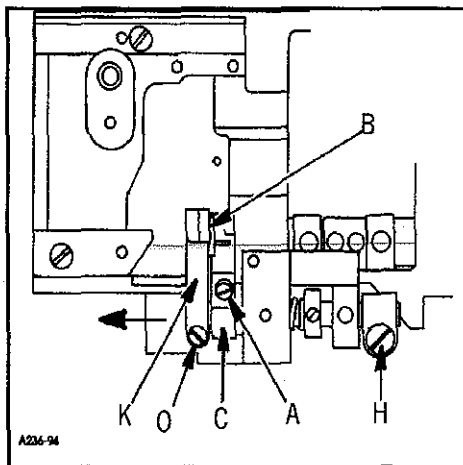
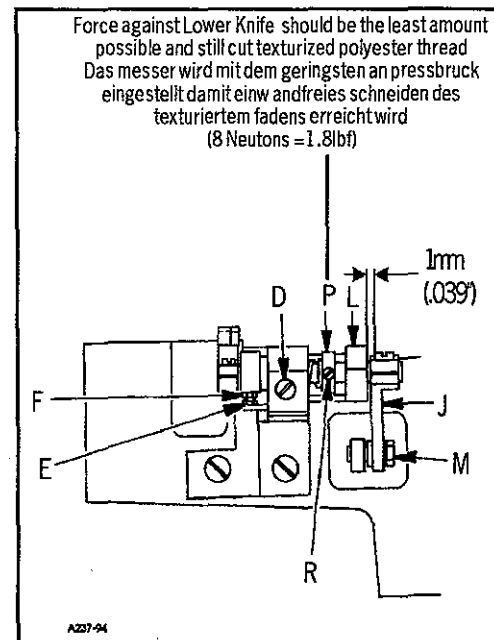
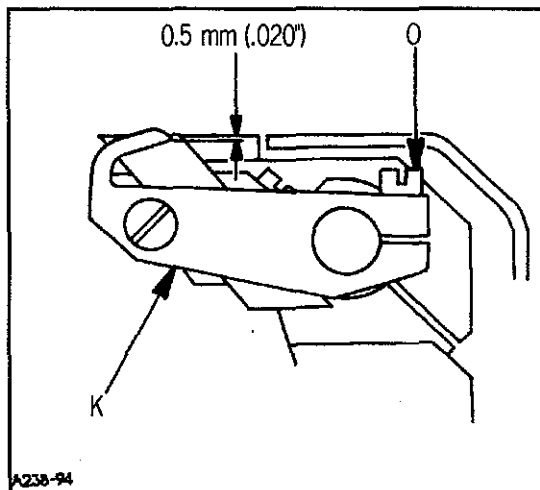

FIG. 1
FIG. 2
FIG. 3
Swing the front cloth plate to the front. Loosen screw (A, Fig. 1) in lower knife holder (C) and move lower knife (B) up or down until its cutting edge is parallel and flush with throat plate top surface. Retighten screw (A).
Note: Lower knife holder (C, Fig. 1) is set at the factory so that the cutting edge of the lower knife is parallel with the top surface of throat plate. When replacing the lower knife holder set as follows: Loosen screw (D, Fig. 2), and turn lower knife holder (C, Fig. 1), until the cutting edge of lower knife is parallel with top surface of throat plate. Retighten screw (D, Fig. 2). Secure this setting by tightening stop screw (E, Fig. 2) and lock nut (F) in lower knife holder.
Loosen screw (D, Fig. 2) and align width of trim to the left needle by moving lower knife holder (C, Fig. 1) laterally. If this adjustment is obstructed by rocker lever (J, Fig. 2), loosen screw (H, Fig. 1) and move rocker lever (J, Fig. 2) to the right until there is approximately 1 mm space between rocker lever (J, Fig. 2) and the housing of undertimmer (L, Fig. 2). Secure setting of undertimmer by retightening screw (D, Fig. 2). Then check if upper knife lever (K, Fig. 1) can be moved approximately 1 mm in direction of the arrow (see Fig. 1).
Schwenken Sie die vordere Stoffplatte nach vorne. Lösen Sie die Schraube (A, Fig. 1) im Unter Messerhalter (C) und bewegen Sie das Messer nach oben oder unten bis die Messerschneide parallel und auf gleicher Höhe mit der Stichplatten Oberfläche steht.
Beachten Sie: Der Untermesserhalter (C, Fig. 1) wird im Werk so eingestellt, daß das Untermesser parallel mit der Oberfläche der Stichplatte ist. Beim Auswechseln des unteren Messerhalters gegen einen neuen: Lösen Sie Schraube (D, Fig. 2) und drehen Sie den Untermesserhalter soweit bis er parallel mit der Oberfläche der Stichplatte ist. Ziehen Sie die Schraube (D, Fig. 2) wieder an. Sichern Sie diese Einstellung durch Anziehen der Anschlagsschraube (E, Fig. 2) und der Kontermutter (F) im unteren Messerhalter.
Lösen Sie die Schraube (D, Fig. 2) und stellen Sie die Breite des Abschnitts zur linken Nadel ein durch seitliches Verschieben des unteren Messerhalters. Sollte diese Einstellung durch den Schwinghebel (J, Fig. 2) begrenzt werden, lösen Sie Schraube (H, Fig. 1) und verschieben Sie den Schwinghebel (J, Fig. 2) nach rechts bis noch ca. 1mm Abstand zwischen Schwinghebel (J, Fig. 2) und dem Gehäuse des Abschneiders (L, Fig. 2) verbleibt. Sichern Sie diese Position durch Anziehen der Schraube (D, Fig. 2) dann schauen Sie nach ob sich der Messerhebel (K, Fig. 1) ungefähr 1mm in Pfeilrichtung bewegen läßt.
Loosen nut (M, Fig. 2) and center the link (N, Fig. 4) in rocker lever (J, Fig. 4). Retighten nut (M, Fig. 2) and by rotating handwheel move upper knife in lowest position. Loosen screw (O, Fig. 3) and swing upper knife lever (K, Fig. 3) up or down until the cutting edges of upper knife and lower knife overlap by approximately 0.5 mm (.020 in) (see Fig. 3). Retighten screw (O, Fig. 3). Check by rotating handwheel if the upper knife moves freely.
Adjust the lateral knife pressure the least amount possible and still maintain cutting (8 Neutons = 1.8 lbf), wooly or texturized polyester thread by moving collar (P, Fig. 2). Loosening screw (R, Fig. 2) and then moving collar (P, Fig. 2) to the left increases the cutting pressure; moving collar (P, Fig. 2) to the right decreases the cutting pressure.
To adjust the shear angle loosen screws (O and H, Fig. 1). Set shaft (S, Fig. 4) so that mark (Q, Fig. 4) on the shaft and mark (T, Fig. 4) on the housing of undertrimmer are lined up.
Turning shaft (S, Fig. 4) in direction of arrow increases the shear angle, turning it against direction of arrow decreases the shear angle. Retighten screws (O and H, Fig. 1) and check knives for proper trimming with wooly or texturized polyester thread. Make sure that the settings described in paragraph "SETTING THE UPPER KNIFE" are maintained.
Lösen Sie die Mutter (M, Fig. 2) und mitteln Sie das Verbindungsgelenk (N, Fig. 4) im Schwinghebel (J, Fig. 4) aus. Ziehen Sie die Mutter wieder an und bringen Sie durch drehen des Handrades das Ober Messer in die unterste Stellung. Lösen Sie die Schraube (O, Fig. 3) und schwenken Sie den Obermesser Träger (K, Fig. 3) nach oben oder unten bis sich die Schneiden von Ober- und Untermesser etwa 0.5mm (.020 in) siehe Fig. 3. überschneiden. Ziehen Sie die Schraube wieder an (O, Fig. 3). Prüfen Sie durch drehen am Handrad ob sich das Obermesser frei bewegt.
Der seitliche Messerdruck wird mit geringstem anpressdruck eingestellt (8 Neutons = 1.8 lbf) damit einwandfreies schneidender wolle (bausch garn) oder des texturierten fadens (polyester) erreicht werden kann wird durch verschieben des Stellrings (P, Fig. 2) eingestellt. Lösen Sie die Schraube (R, Fig. 2) und durch vorschieben des Stellrings nach links erhöht den Schneiddruck, verschieben des Stellrings (P, Fig. 2) nach rechts verringert den Schneiddruck.
Zur Einstellung des Scherwinkel lösen Sie die Schrauben (O + H Fig. 1) stellen Sie die Welle (S, Fig. 4) so ein, daß sich die Markierung (Q, Fig. 4) auf der Welle und die Markierung am Gehäuse gegen über steht.
Drehen der Welle (S, Fig. 4) in Pfeilrichtung vergrößert den Scherwinkel, drehen in entgegengesetzter Richtung verkleinert ihn. Ziehen Sie die Schrauben wieder an (O + H) Fig. 1 und testen Sie die Messer auf einwandfreies Schneiden mit Wolle oder Texturierter faden (Bausch Garn). Beachten Sie, daß die im Abschnitt "EINSTELLUNG DES OBERMESSERS" beschriebenen Einstellungen erhalten bleiben.